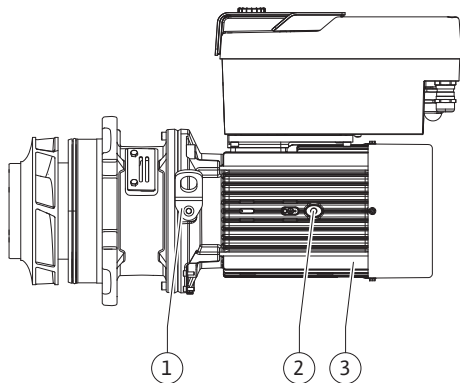

Fig. 108: Insteekset
13. Leid de insteekset (zie Fig. 108) in het pomphuis in de oude of in een andere gewenste hoekpositie. Neem daarbij de toegestane inbouwposities van de componenten in acht (zie het hoofdstuk „Toegestane inbouwposities en wijziging van de componentenopstelling vóór de installatie“ [► 25]).
14. Het gebruik van de montagebouten wordt aanbevolen (zie het hoofdstuk „Toebehoren“ [► 21]). Na het voelbare vastgrijpen van de lantaarnstukgeleiding (ca. 15 mm voor de eindpositie) bestaat geen gevaar meer voor omvallen of kantelen. Nadat de insteekset met minstens één schroef (Fig. I/III, pos. 10 of Fig. III/IV, pos. 29) is geborgd, kunnen de bevestigingsmiddelen van de transportogen worden verwijderd.
15. Draai de schroeven (Fig. I/III, pos. 10 of Fig. III/IV, pos. 29) erin, maar draai ze nog niet definitief vast. Bij het indraaien van de schroeven wordt de insteekset in het pomphuis getrokken.